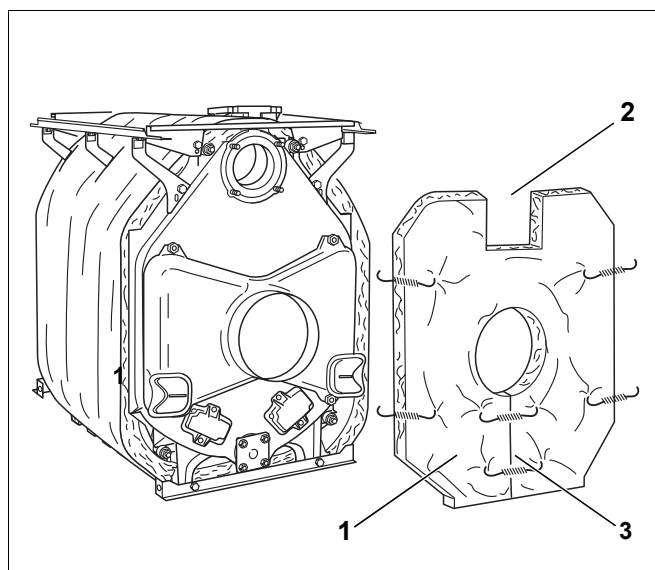

Fig. 46 Montaggio dell'isolamento termico dell'elemento posteriore
- Spingere l'isolamento termico dell'elemento posteriore (fig. 46, [1]) sul tronchetto dei fumi. Durante questa operazione il ritaglio per il ritorno caldaia (fig. 46, [2]) deve essere rivolto verso l'alto.
- Chiudere la fessura al di sotto del collettore fumi con una molla di tensione (fig. 46, [3]).